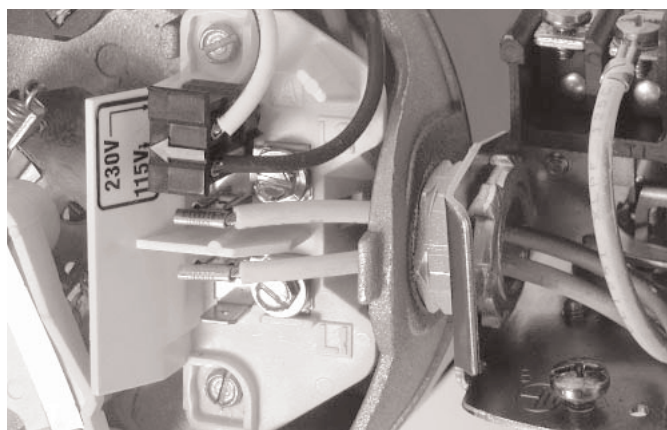

Figure 10 : Tension réglée à 115 volts sur sélecteur à fiche
3. Déplacer la fiche sur le courant de 115 volts. Sur cette position, la fiche couvre 2 pattes métalliques et la flèche sur la prise est alignée sur la flèche **115V** de l'étiquette (figure 10).